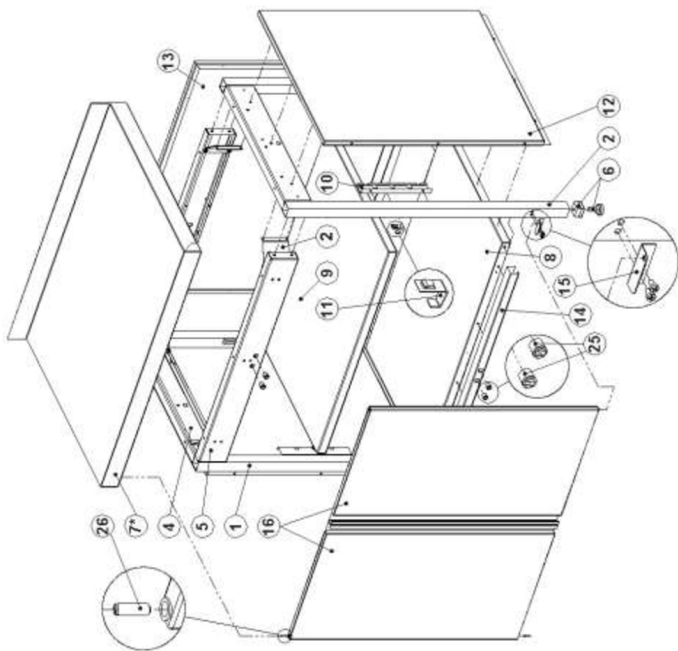

Рис. 2
- 2.4.2. Стенки боковые (12) и стенку заднюю (13) в верхней части крепить изнутри к балкам (4 и 5) саморезами (27), а в нижней части к полке (8) снаружи саморезами (27). Далее стенки (12 и 13) скрепляются между собой через торцевые отверстия в боковых стенках саморезами (27);
ПРИМЕЧАНИЕ: стенки боковые (12) и стенка задняя (13) обозначены на рис. 2 и 3.